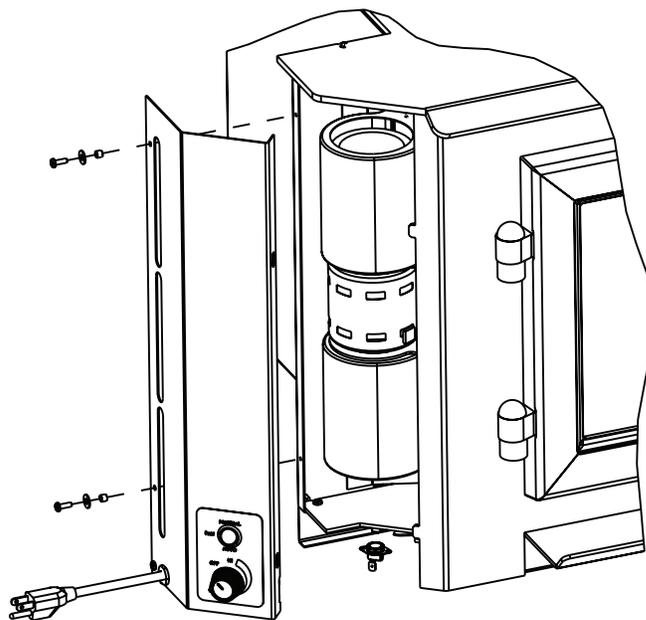

Figure 24.3 Emplacement du disque d'arrêt
2. Utilisez un tournevis à tête cruciforme, retirez la vis 8-32, la rondelle et les assemblages de bague maintenant en place le panneau du côté gauche. Retirez le panneau (**Figure 24.3**).